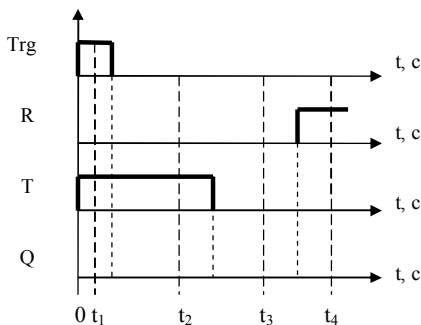

Рис. 12. Временная диаграмма функции Задержка включения с запоминанием
4. Функция **Задержка включения с запоминанием**. Сформируйте схему управления, содержащую блок **Задержка включения с запоминанием**, входы (Trg – для подачи импульсов, R – сбрасывающий) и выход. Задайте время задержки $T = 40$ с. По результатам исследования достройте временную диаграмму блока (рис. 12) и определите состояние выхода в моменты времени t_1 , t_2 , t_3 и t_4 .